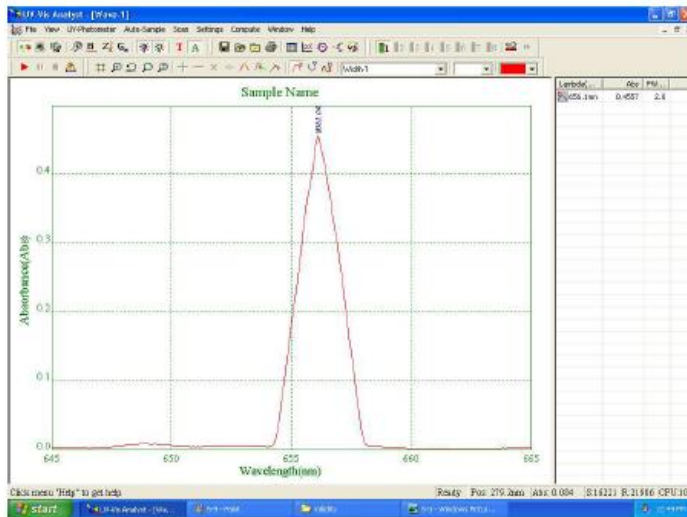

Fig. 5-11
4. click scan → service → spectrum slitwidth y empezará desde 665nm hasta 645nm. Click , el pico y el espectro estarán en la tabla de datos (Fig 5-11).